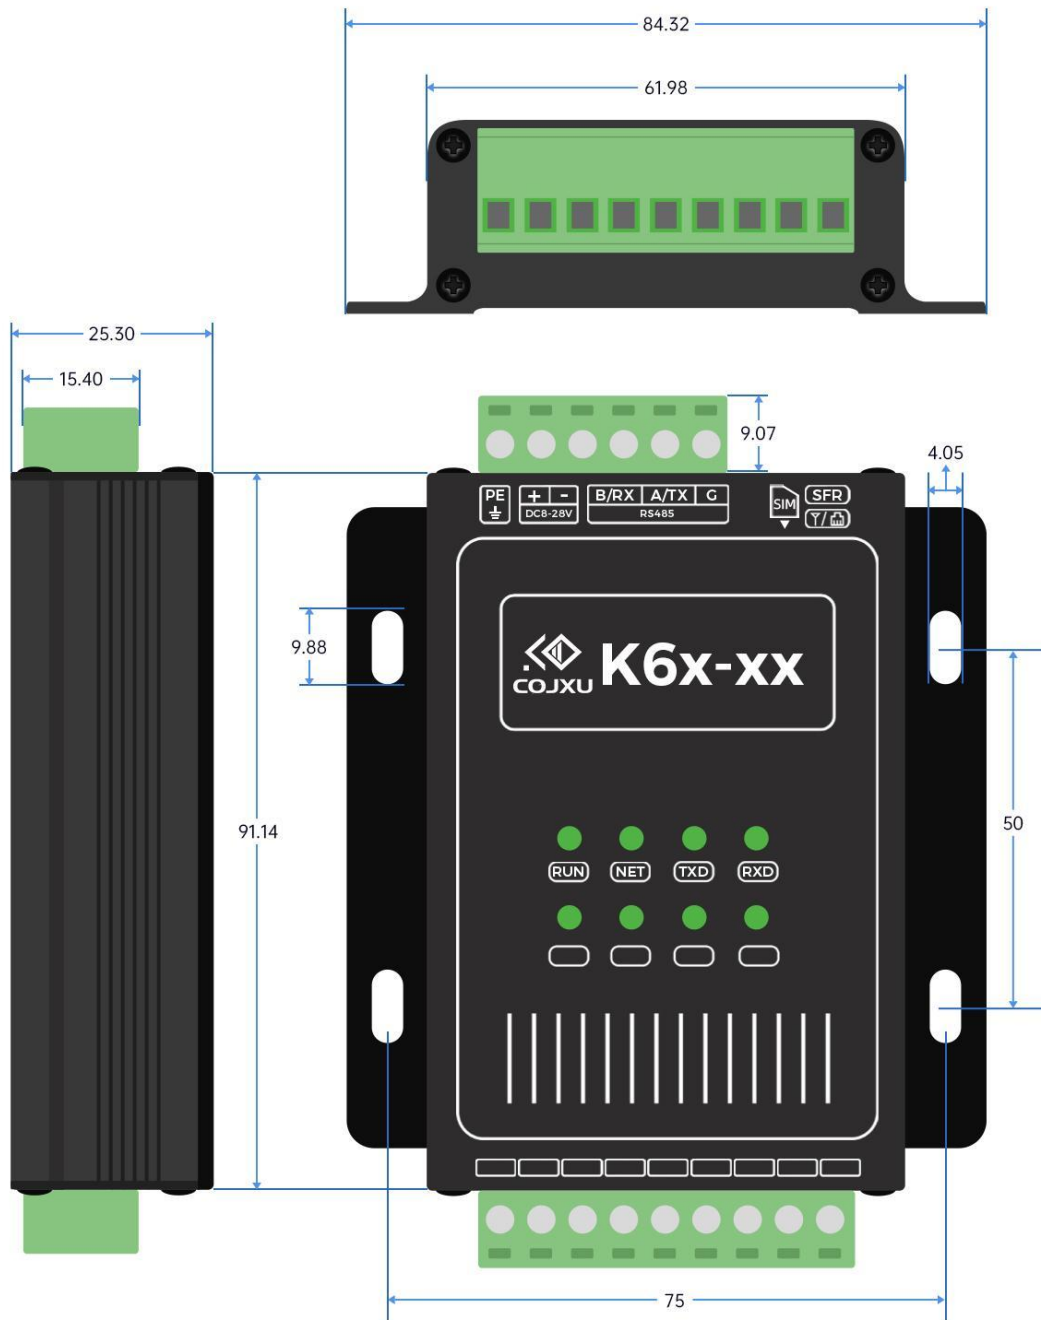

图 1-2 产品尺寸
2、下图 1-2 为产品参考尺寸，误差±0.3mm，请以实物为准。